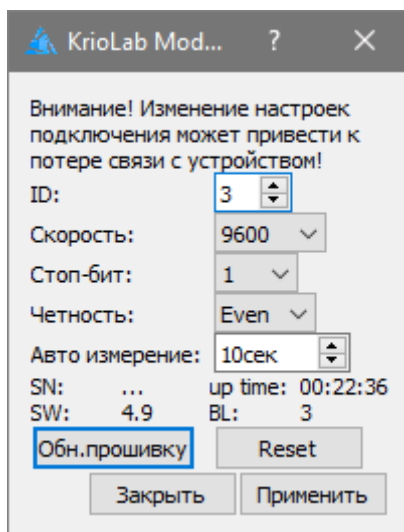
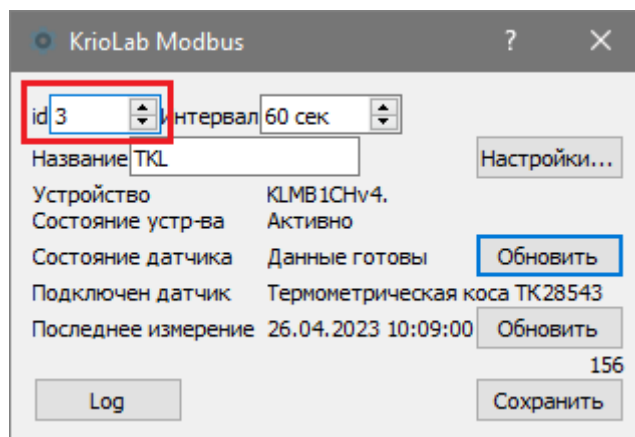
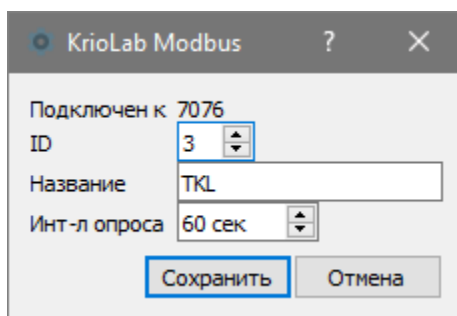

Рис. 1.13 Окно настройки параметров контроллера TKL
Рис. 1.16 Окно настройки параметров подключения
Рис. 2.3 Установка параметров подключения
В отрывшемся окне настройки параметров контроллера TKL установить параметры в соответствии с Рис. 1.13.
В окне настройки параметров подключения установить ID порта контроллера TKL (Рис. 1.13), после чего нажать кнопку «Сохранить» (Рис. 1.16).
Нажать кнопку «Добавить...». В открывшемся окне установить ID порта контроллера TKL, установленный в разделе 1 (Рис. 1.13), а также при необходимости изменить наименование устройства. После внесения изменений нажать кнопку «Сохранить» (Рис. 2.3).
- Для параметра «Адрес датчика» выбрать из списка ID порта контроллера TKL, установленный в разделе 1 (Рис. 1.13).